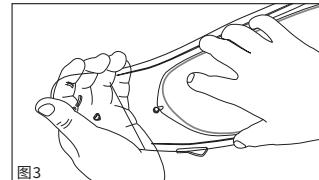

图3
- ②-2 如图3所示，将PINLOCK® lens插入一侧的按扣安装。